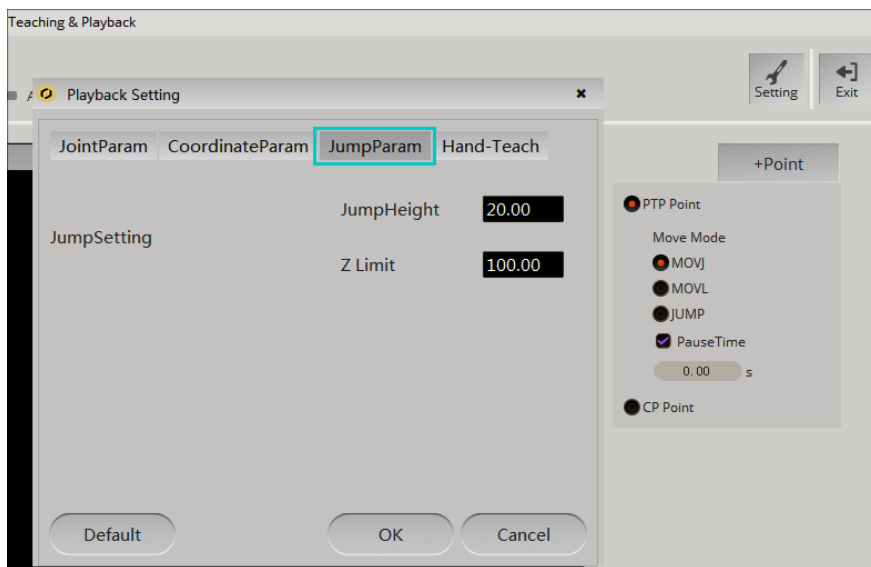

Figure 14 : Assignment du paramètre JumpHeight.
- si $Z_A = Z_B$ alors $h_A = h_B = \text{JumpHeight}$ où JumpHeight en mm est à définir au préalable dans l'onglet Setting/Playback/JumpParam (voir Figure 14),